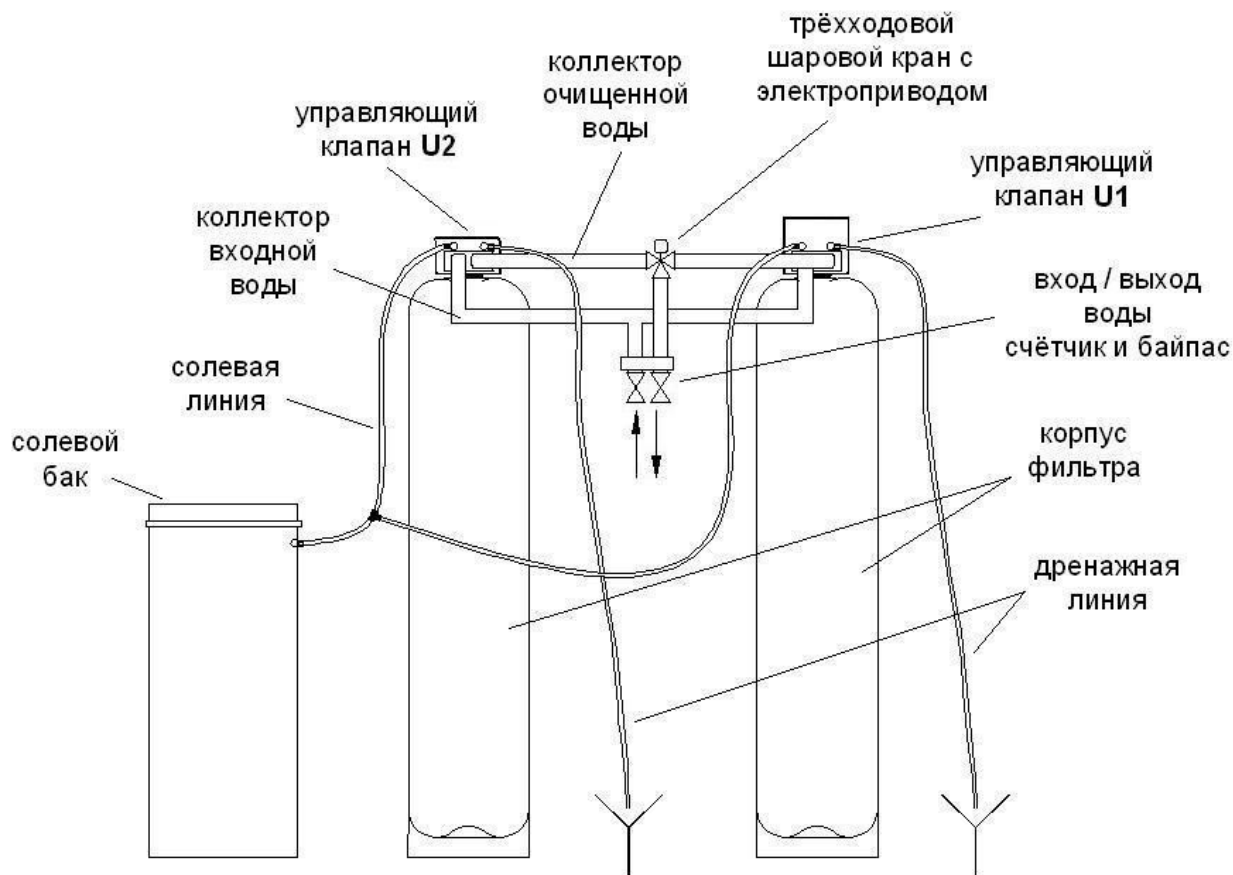

Рис. 2
10. Смажьте уплотнения коллекторов входной и очищенной воды силиконовой смазкой. Соедините управляющие клапаны коллекторами, как показано на рис. 2. Закрепите места соединения скобами.
12. Соедините коллекторы входной и очищенной воды с байпасом/счетчиком, как показано на рис. 2. Закрепите места соединения скобами.
21. Проденьте гибкую трубку 3/8 дюйма в отверстие и вставьте в угловой фитинг. Вторым концом трубки подключите к тройнику, от тройника две трубки подсоедините к солевым линиям управляющих клапанов, как показано на рис. 2. При подключении используйте втулку и гайку.